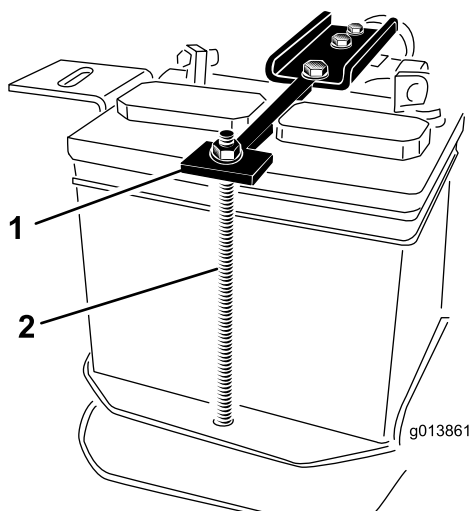

図 4
17. バッテリー押さえ用ストラップを固定しているナット2個を外し、ナット、ワッシャ、ボルトチューブを脇によける（図 4）。